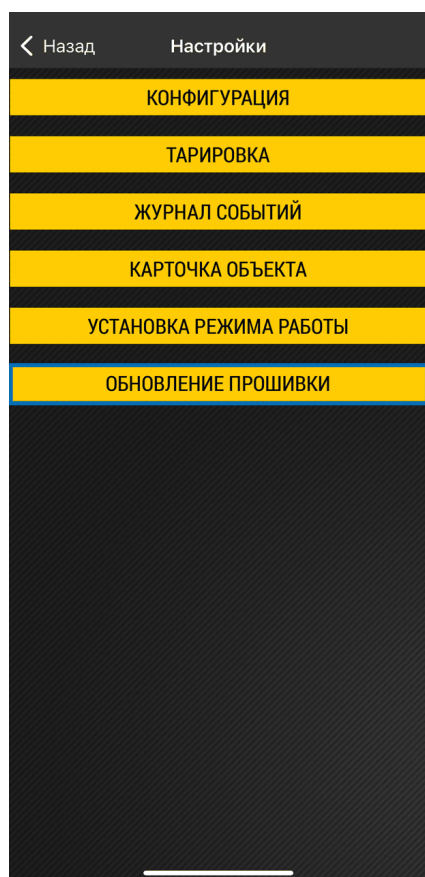

Рис.33. Меню «Настройки»
1. На рабочем экране выберите вариант **«Настройки»**, далее нажмите кнопку **«Обновление прошивки»** (**Рис.33**).